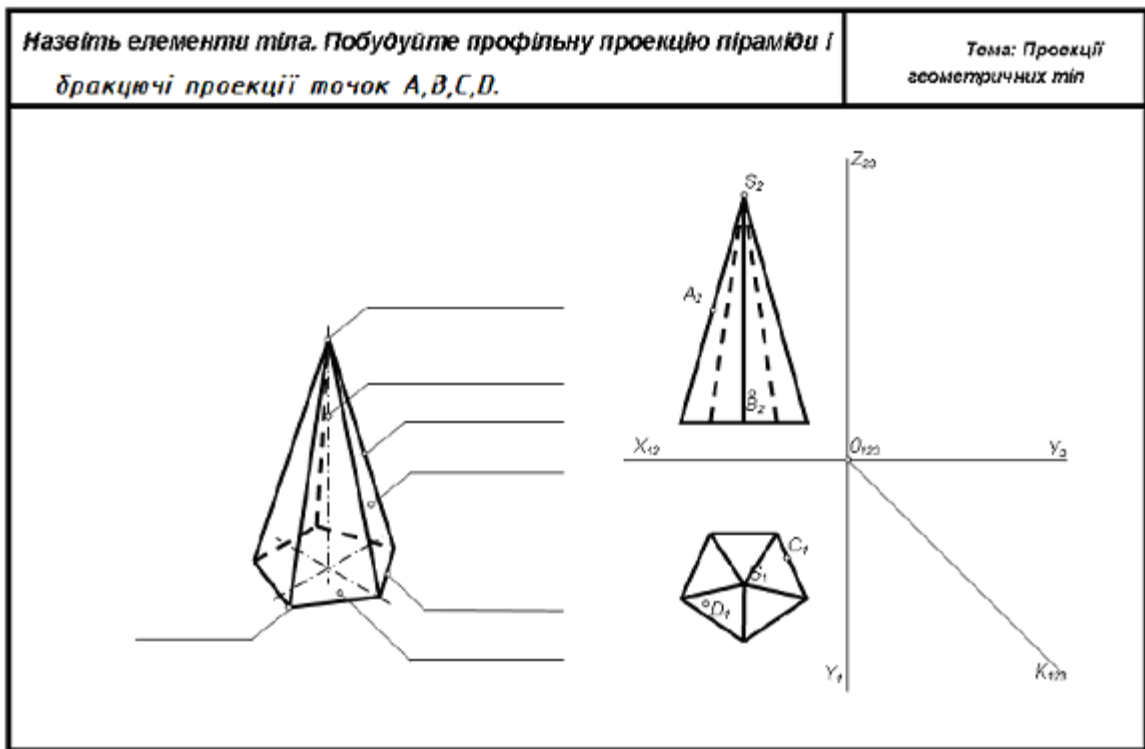

Рис. 10 – завдання № 4 б.
5. У завданні № 4 б (рис. 10) - треба добудувати проекції піраміди, в основі якої лежить п'ятикутник. Горизонтальна проекція піраміди є п'ятикутник, який проекціями бічних ребер поділений на трикутники. Трикутники є проекціями бічних граней піраміди